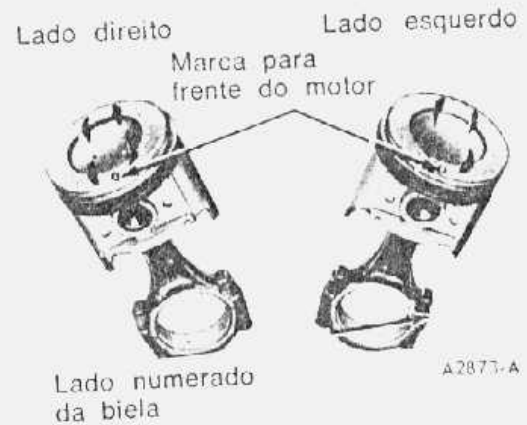

fig. 45 — posições corretas do êmbolo e biela
1. Aplicar uma fina camada de óleo de motor em todas as peças. **Montar o êmbolo e biela com o número marcado do lado da biela e a marca de identificação no êmbolo nas posições mostradas na fig. 45.** Quando as bielas forem substituídas, instalar o lado de chanfro maior do alojamento dos casquilhos da biela, voltado para o lado do encosto do munhão da árvore de manivelas ou seja, o chanfro maior das bielas do lado direito, deverá ficar voltado para a frente do motor e o chanfro maior das bielas do lado esquerdo voltado para trás do motor.